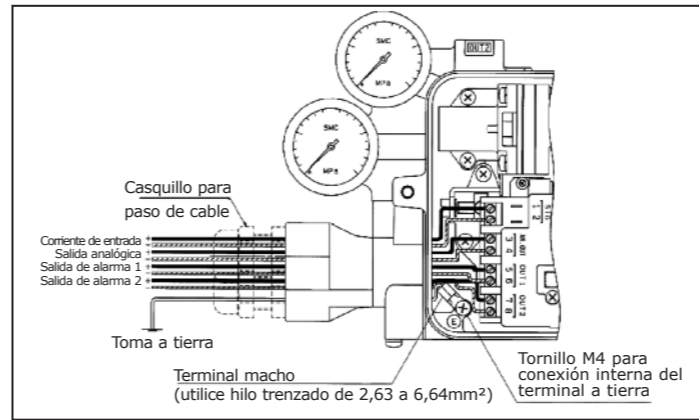

Fig. 8
- (1) Retire la cubierta del cuerpo del posicionador.
- (2) Conecte el cableado de corriente de entrada desde un medidor de ajuste (controlador) y conecte el cableado de salida como se muestra a continuación en la Fig. 8. La conexión de entrada de la conexión eléctrica dispone de un conector de cable (azul) M20x1.5.